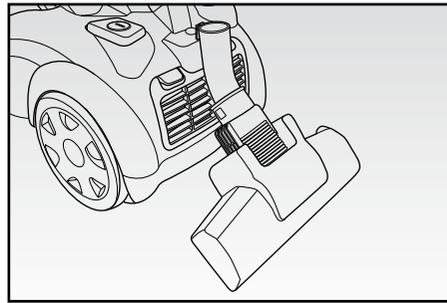

Fig. 5
Установить прибор на хранение, навесив щетку для пола (O) на специальный крюк на задней стороне прибора (Рис. 5).